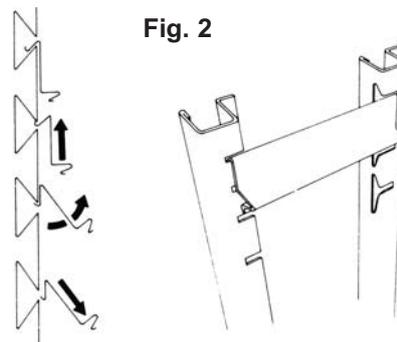

Fig. 2
**Intérieur:** Les crémaillères peuvent être démontées sans outil pour faciliter le nettoyage (voir fig. 2). Celui-ci doit être fait régulièrement à l'aide d'une éponge et d'eau tiède savonneuse; essuyer ensuite soigneusement. Enlever tout d'abord les clayettes, puis retirer les glissières en les tenant fermement par leur partie centrale, et en les soulevant légèrement. Faire basculer la glissière vers l'intérieur de l'armoire en poussant sur sa partie centrale et en la tournant de 45°; elle sera alors dégagée. (Nota: Equipées d'un système anti-basculement, les glissières présenteront une certaine résistance au début et un peu de pratique sera nécessaire.)